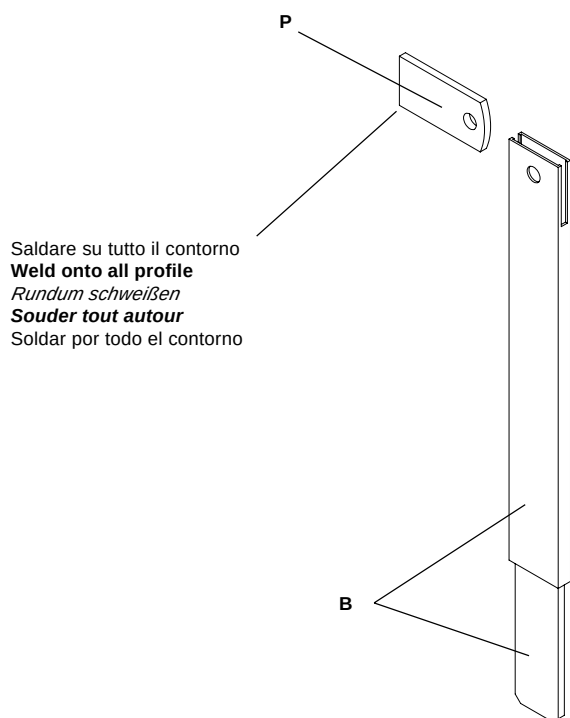

Fig.4
5.3 Operazione n° 2 (fig. 4). Fissare la piastrina P sul montante o sul traverso superiore della basculante oppure a muro a fianco del braccio della porta. (In ogni caso il braccio B deve essere sistemato tra il montante ed il braccio della porta basculante; se questo spazio è insufficiente utilizzare il braccio curvo art. AU.C che permette di lavorare in asse con il braccio della porta basculante).
5.3 Operation no. 2 (fig. 4). Secure plate P to the top jamb of the door or to the wall on the door arm side. (The arm B must be located between the jamb and the arm of the overhead door. If there is no sufficient space, use the curved arm AU.C which permits to work axially to the overhead door arm).
5.3 Opération n° 2 (fig. 4). Fixer la plaque P sur le montant supérieur du basculant ou bien sur le mur à côte du bras de la porte. (Dans ce cas le bras B doit être placé entre le montant et le bras de la porte basculante. Si cet espace est trop court, utiliser le bras courbe art. AU.C qui permet de travailler en axe avec le bras de la porte basculante).
5.3 Operación n°2 (fig.4). Fijar la pletina P sobre el premarco o sobre el travesaño superior de la basculante o bien a la pared al lado del brazo de la puerta. (En cualquier caso el brazo B debe ser colocado entre el marco y el brazo de la puerta basculante; si este espacio resulta insuficiente utilizar el brazo curvo art. AU.C